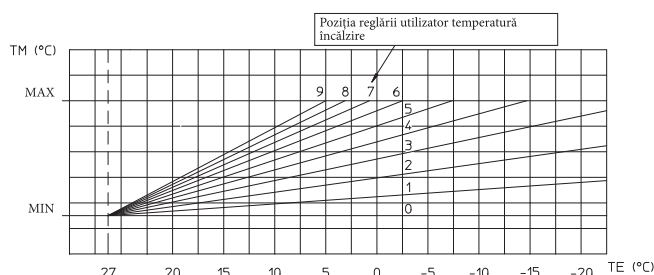

Fig. 1-8
Această sondă e racordabilă direct la instalația electrică a centralei și permite diminuarea automată a temperaturii maxime de tur în instalație în momentul creșterii temperaturii externe astfel încât să regleze căldura furnizată instalației în funcție de variația temperaturii externe. Sonda externă acționează întotdeauna când este legată indiferent de prezența sau de tipul de cronotermostaț ambient utilizat. Corelarea între temperatura de tur la instalație și temperatura externă este determinată de poziția selectorului de pe tabloul de bord al centralei conform curbelor reprezentate în diagramă (Fig. 1-8). Racordul electric al sondei externe trebuie să se facă la bornele 38 și 39 pe fișa electronică a centralei (Fig. 3-2).
• **Funcționare cu sondă externă opțional (12).** În caz de instalație cu sonda externă opțional temperatura de tur a centralei pentru încălzire ambient este controlată de sonda externă în funcție de temperatura externă măsurată. (Parag. 1.6). Se poate modifica temperatura de tur alegând curba de funcționare cu butoanele (5 și 6) selectând o valoare cuprinsă între "0 și 9" (Fig. 1-8).